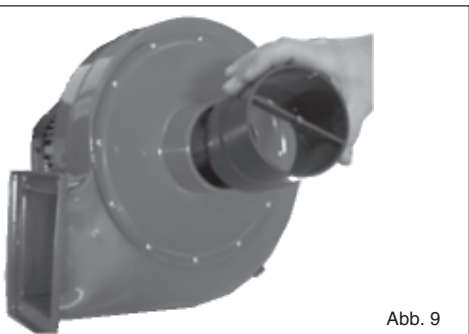

Abb. 9
7. Den Schlauch an den Stecker der Absauganlage befestigen (**Fig. 9**). Alternativ kann dieser Schlauch abgenommen und ein geeigneter Schlauch mit der entsprechenden Schließschelle an der Holzmaschine angeschlossen werden.